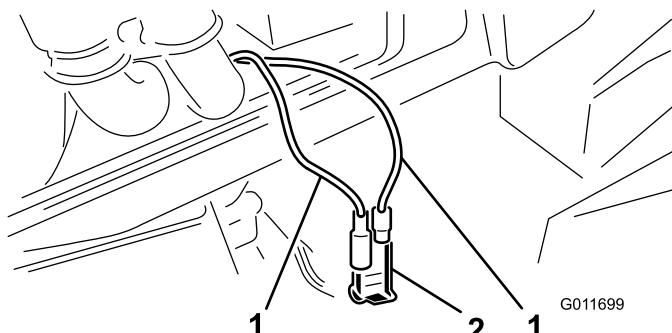

Figure 59
3. Trouvez les deux câbles volants dans le compartiment (Figure 59).